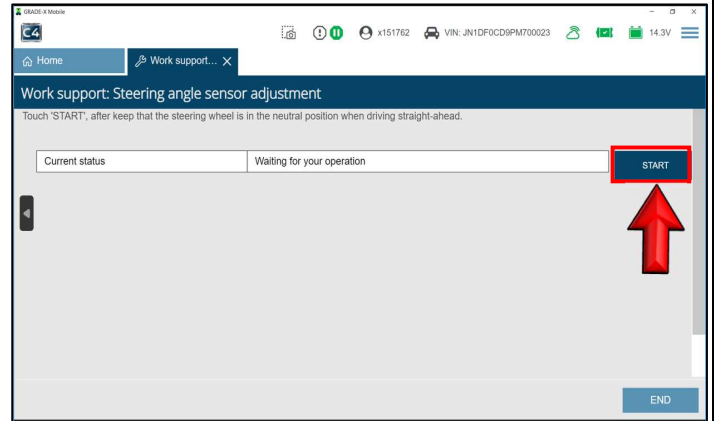

Figure 30
28. Select **Start**. (Figure 30)